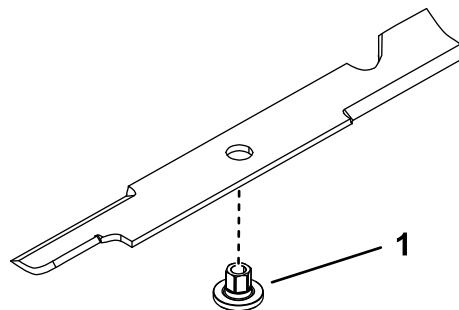

Figura 84
- Instale el casquillo a través de la cuchilla con la brida del casquillo en el lado inferior (lado del césped) de la cuchilla (Figura 84).